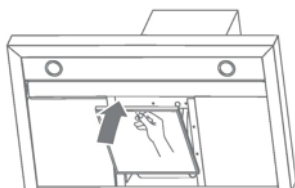
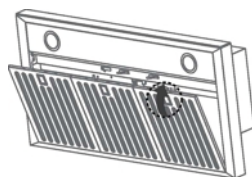

fig. 18
fig. 19
3. Instale el filtro de carbón como se muestra en la fig. 18 e instale las rejillas de acero (fig. 19).